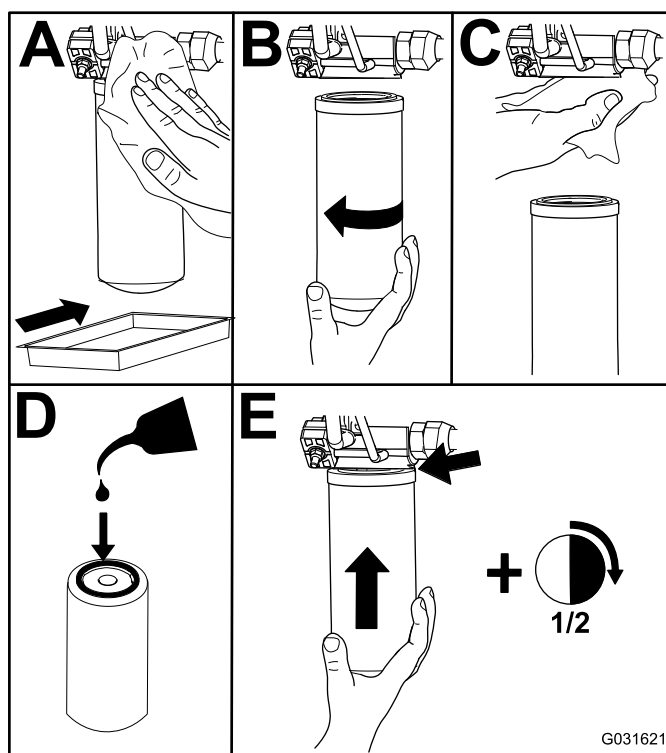

Figura 77
2. Cambie los filtros hidráulicos (Figura 77).